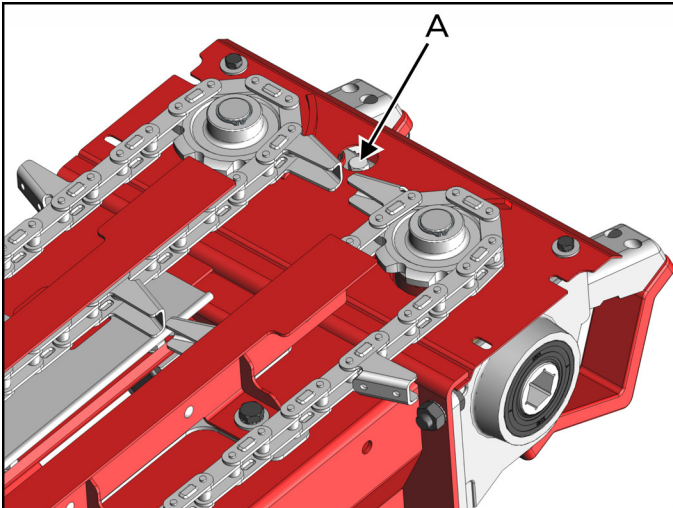

fig. 10
1. Limpe bem ao redor do tampão (A) (fig. 10), localizado na parte superior da caixa e em seguida retire-o, tendo o **máximo de cuidado para que não entre sujeira pelo furo**;